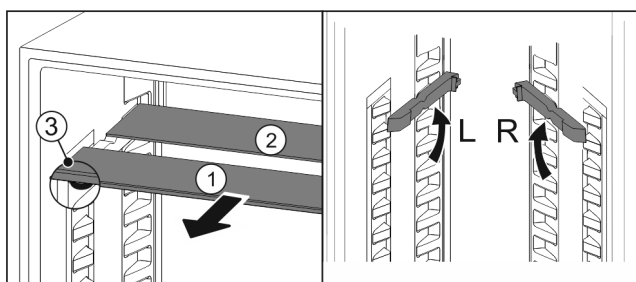

Fig. 35
- ▶ 将玻璃隔板逐个向前拉出 Fig. 35 (1)。
- ▷ 带装饰条的玻璃隔板 Fig. 35 (1)在前。
- ▷ 阻挡装置 Fig. 35 (3)指向下方。